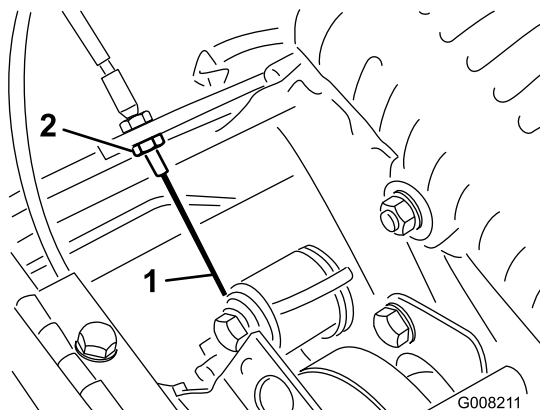

Figura 36
3. Per aumentare la tensione del cavo allentate il controdado del cavo anteriore e serrate il controdado del cavo posteriore (Figura 36) finché non occorre una forza di 3,2–4,1 kg per innestare il comando della trazione. Misurate la forza alla manopola di comando.